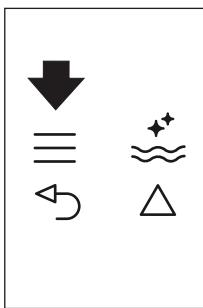
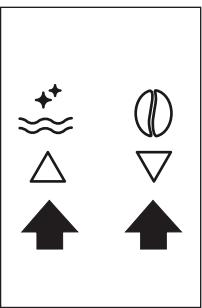

Рис. 22
Рис. 9
- ▶ Нажмите значок (B2), чтобы войти в меню (рис. 22), затем нажмайте значки (B7) и (B8) (рис. 9) пока на дисплее не появится сообщение PROGRAM HOT WATER (ПРОГРАММИРОВАНИЕ, ГОРЯЧАЯ ВОДА).
- ▶ Нажмите значок  $\equiv$  (B2), чтобы войти в меню (рис. 22), или нажмайте значки  $\Delta$   $\nabla$  (B7) и (B8) (рис. 9) пока на дисплее не появится сообщение PROGRAM CAPPUCCINO (ПРОГРАММИРОВАНИЕ, КАПУЧИНО).
- ▶ Для подтверждения нажмите значок **ок** (B9), затем нажмайте значки  $\Delta$   $\nabla$  (B7) и (B8) (рис. 9), пока на дисплее не появится сообщение COFFEE FOR CAPPUCC. (КОЛИЧЕСТВО КОФЕ ДЛЯ КАПУЧИНО).